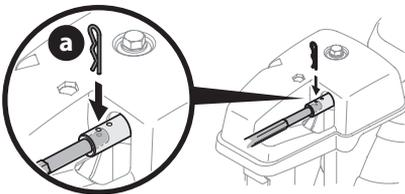

Figura 40
6. Empuje la varilla de control del canal hacia el panel de control hasta que el orificio de la varilla quede alineado con el orificio del medio del acoplador de control del canal e inserte el pasador de chaveta (a) que extrajo en el Paso 1 (Figura 40).